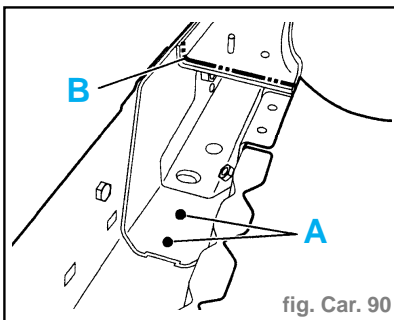

fig. Car. 90
- Souder par points électriques (suivant **A**) (avec l'équipement : **AB1**) (fig. Car. 90).